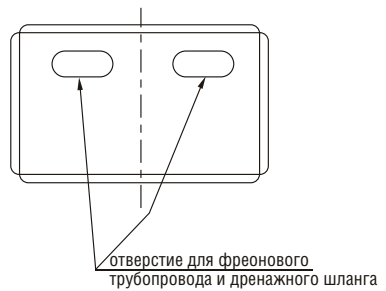

Рис.7 Технологические отверстия
(4) Перед подключением труб холодильного контура и электропроводов выньте фиксатор. После окончания подключения установите его на место. Для подвода труб и проводов с обеих сторон кондиционера и сзади используйте специальные технологические отверстия (см. рис.7).